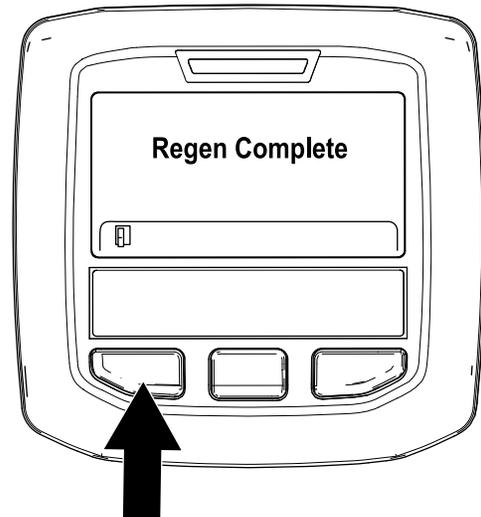

Bild 42
- Die geparkte Regenerierung ist abgeschlossen, wenn die Meldung „Regen. Complete“ im InfoCenter angezeigt wird. Drücken Sie die linke Taste, um den Homebildschirm anzuzeigen (Bild 42).